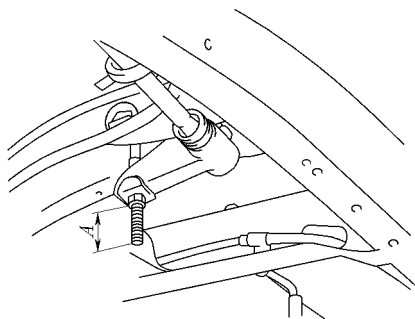

图 14-101 测量螺栓端伸出长度 A
2) 如图 14-101 所示，测量螺栓端伸出长度 A，然后旋松调整螺母直至能用手转动它。